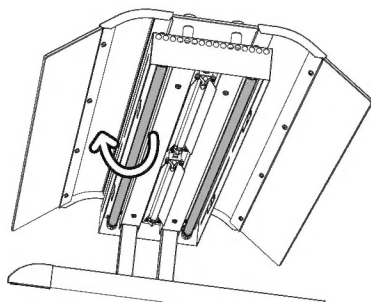
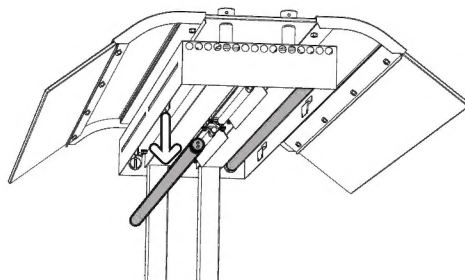

図9
図10
5. 蛍光灯を90度回すとソケットから外せます。[図9][図10]